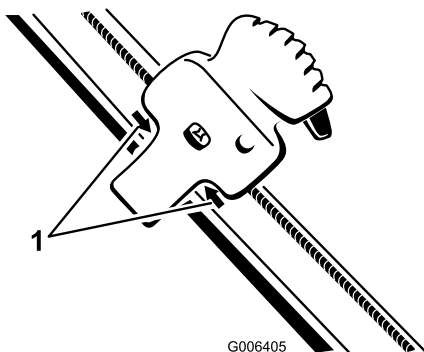

**Figure 39**
1. Desserrez les serre-câble des deux câbles de commande Quick Shoot (Figure 39).